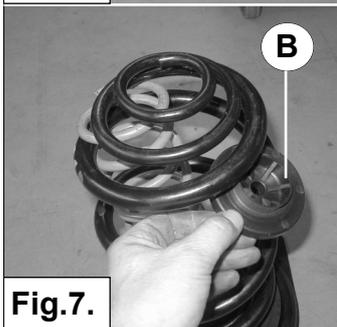

Fig.7.
7. Plaats de onderste veerschotel B onder de hulpveer. Zie fig. 7.
7. Fit the lower springseat B under the auxiliary spring. See fig. 7.
7. Stellen Sie den untere Federteller B unter die Hilfsfeder. Sehe fig. 7.
7. Placez la coupelle inférieure B sous le ressort auxiliaire. Voir fig. 7
7. Montera det nedre fjädersätet B under hjälpfjädersätet. Se fig. 7
7. Coloque el disco de muelle inferior B debajo del muelle auxiliar. Véase fig. 7.